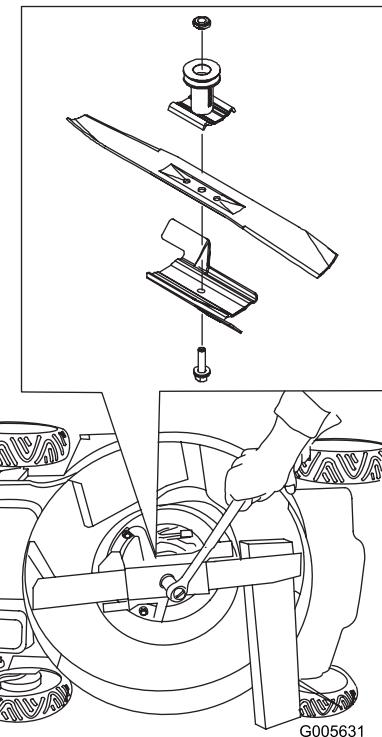

Figura 35
- Usate un blocco di legno per tenere ferma la lama (Figura 35).
- Montate la nuova lama usando la bulloneria di montaggio (Figura 35).